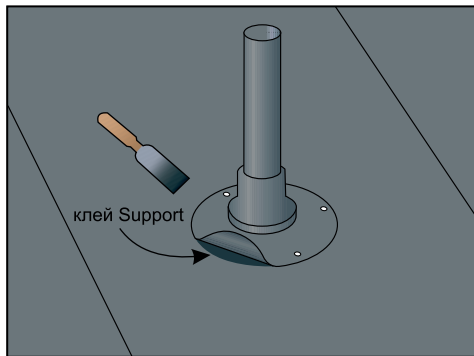

Рис. 25
- Втулка с соединительным фланцем насаживается на трубу, крепится к подкладочному коврику и прибивается 4-5 гвоздями к настилу, что предотвращает ее соскальзывание вниз (рис.25);